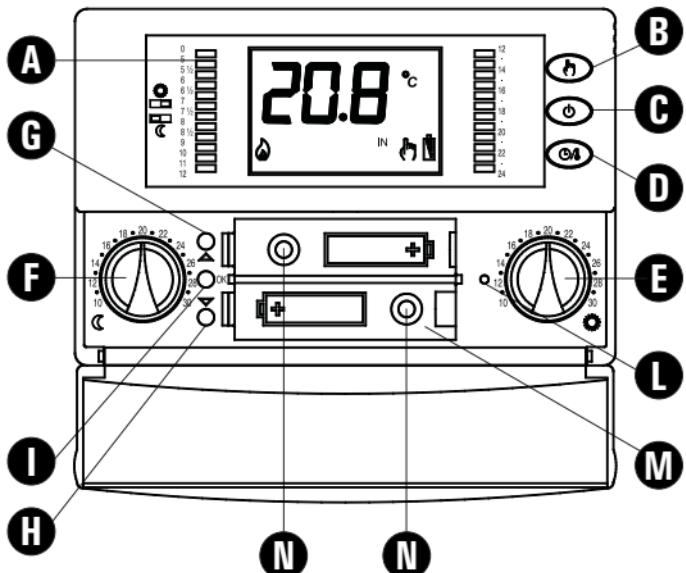

Fig. 1 - Abb. 1
- Inserire le batterie nel vano batterie (M di Fig. 1); vedi paragrafo 'INSERIMENTO / SOSTITUZIONE BATTERIE'.
Inserire le pile rispettando le polarità indicate nell'apposito vano (Fig. 1) ed eseguire l'operazione di reset agendo con un oggetto appuntito attraverso l'apposito foro (L di Fig. 1). **NON USARE AGHI.**
'OK': Programmazione/Ora/Conferma (I di Fig. 1);
' Δ ': Avanti (G di Fig. 1);
' ∇ ': Indietro (H di Fig. 1);
Il cronotermostato è dotato di 24 cavalieri (A di Fig. 1), posti ai lati del display per selezionare, durante l'arco della giornata, le fasce di 'Comfort' o 'Riduzione'.